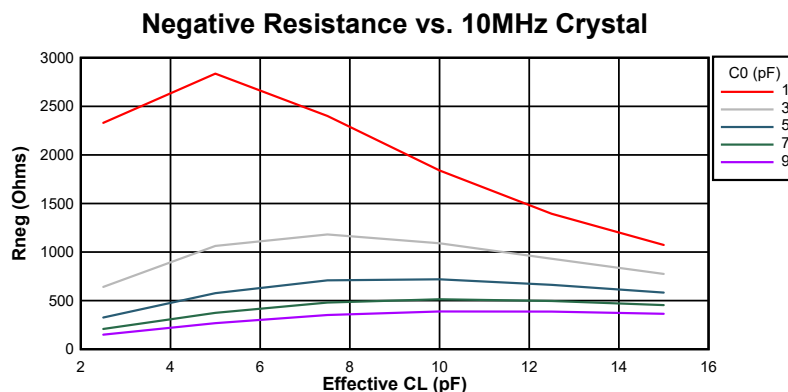
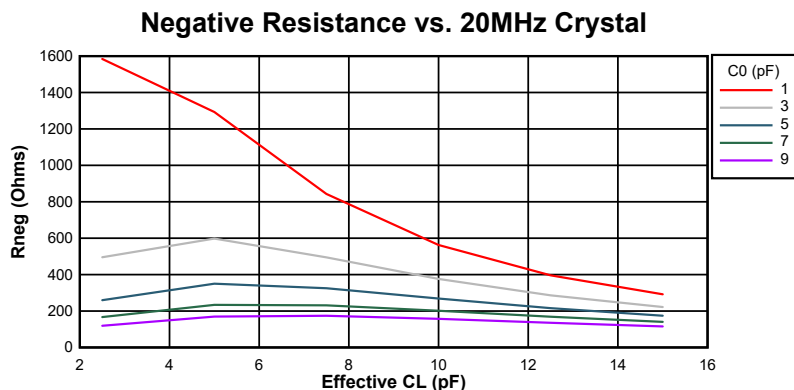

図 6-18. 10MHz 時の負性抵抗変動
図 6-19. 20MHz 時の負性抵抗変動
図 6-18 および 図 6-19 に、このデバイスの負性抵抗と水晶振動子の間の関係の変動を示します。グラフからわかるように、水晶振動子の並列容量 (C0) と実効負荷容量 (CL) は電気発振回路の負性抵抗に大きな影響を及ぼします。これらは代表的なグラフであるため、設計上考慮すべき最小値および最大値については、表 6-8 を参照してください。